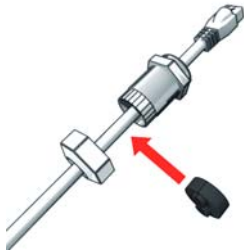

Ilustración 2.21 Guíe los cables a través de los prensaestopas
2. Guíe los cables por la base del inversor a través de los prensaestopas. Consulte *Ilustración 2.21*.